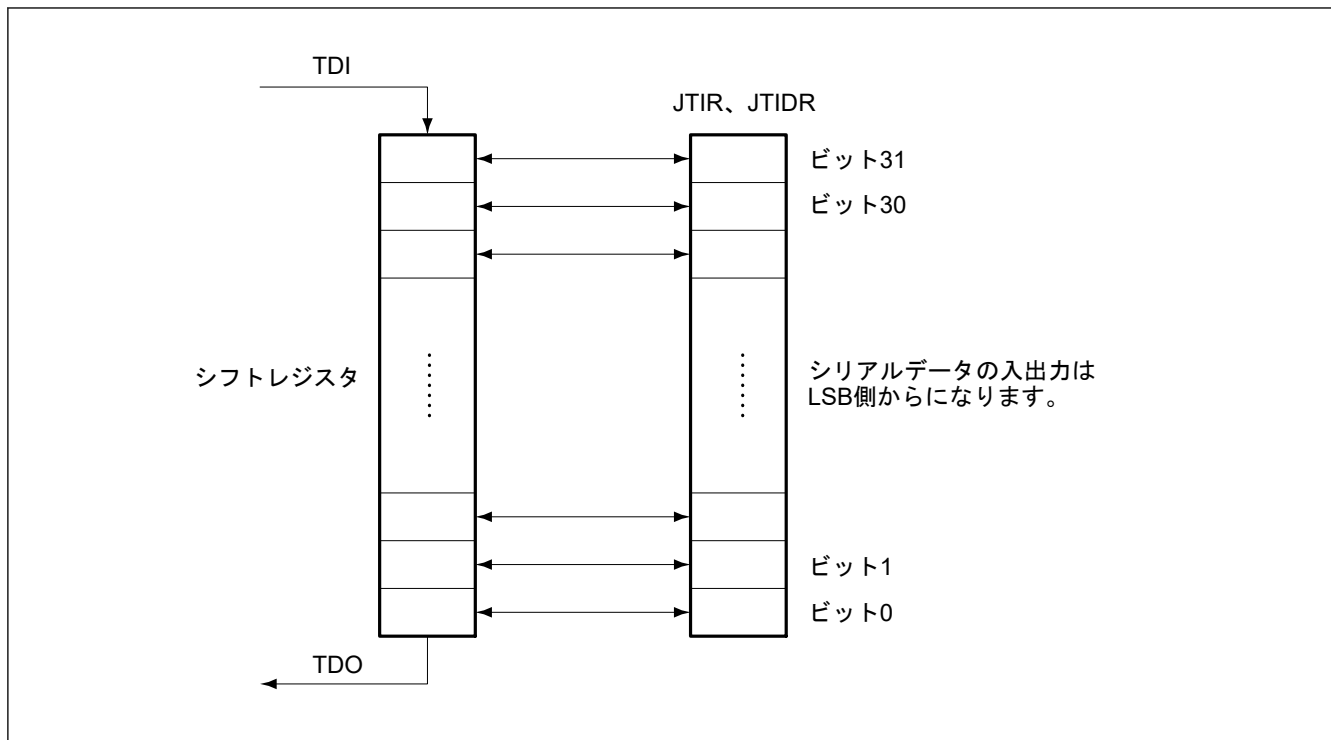

図 37.3 シリアルデータ入出力
- 図 37.3 に示すように、シリアルデータは LSB 側から入出力します。